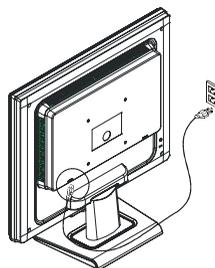

Figura 1-5
1. ConectarConecte el cordel de alimentacióncable de suministración al monitor LCD. (refiere a la Figura 1-5)